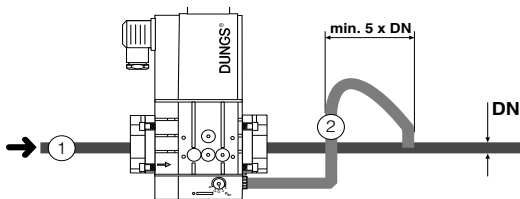

Рис. 11
1. Установить фланец на трубе. Использовать соответствующую газу оснастку (Рис. 11)